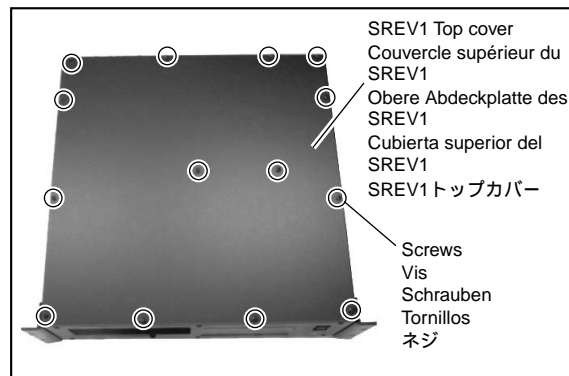

Figure 1
1. Remove the 14 fixing screws from the SREV1 top cover, as shown in Figure 1, and remove the cover.
Retirez les 14 vis qui retiennent le couvercle supérieur du SREV1 (voyez "Figure 1") et enlevez le couvercle.
Lösen Sie die 14 Befestigungsschrauben an der Oberseite des SREV1. Siehe "Figure 1". Entnehmen Sie anschließend die obere Abdeckplatte.